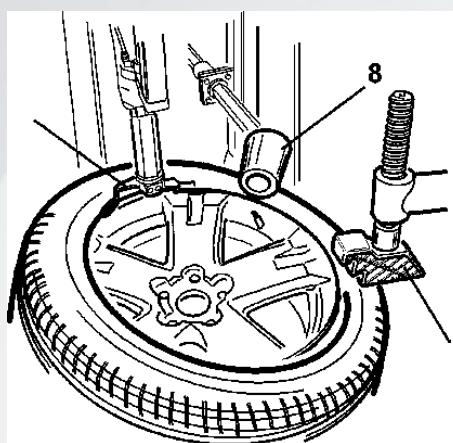

Рис.13
Следуйте стандартной процедуре демонтажа покрышки, при этом используйте отжимной диск, чтобы удерживать покрышку на одном уровне с монтажным ручьём обода (Рис.12). Это поможет поместить борт на демонтажную головку (Рис. 13).
Расположите ролик (8) и прижимную головку (4) справа от демонтажной головки стенд (X) так, чтобы верхний борт покрышки был на уровне монтажного ручья обода (Рис. 13).